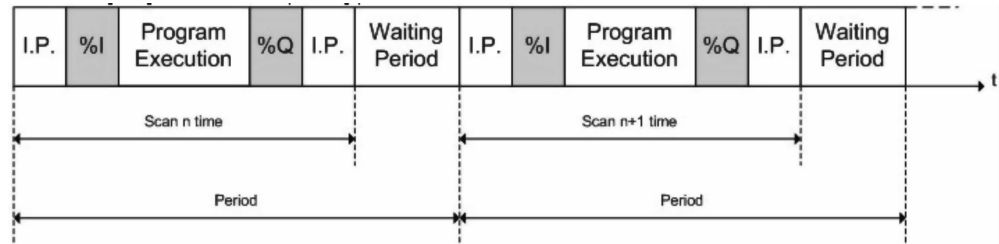

图 7-32 周期执行任务
1) 周期执行方式。如图 7-32 所示，每一次扫描的周期一致，也就是每一次扫描输入和程序字头是规律的、定时的。这样在与外部信号的对接中，会规避竞争冒险。图中的 I. P. 是扫描内部功能。